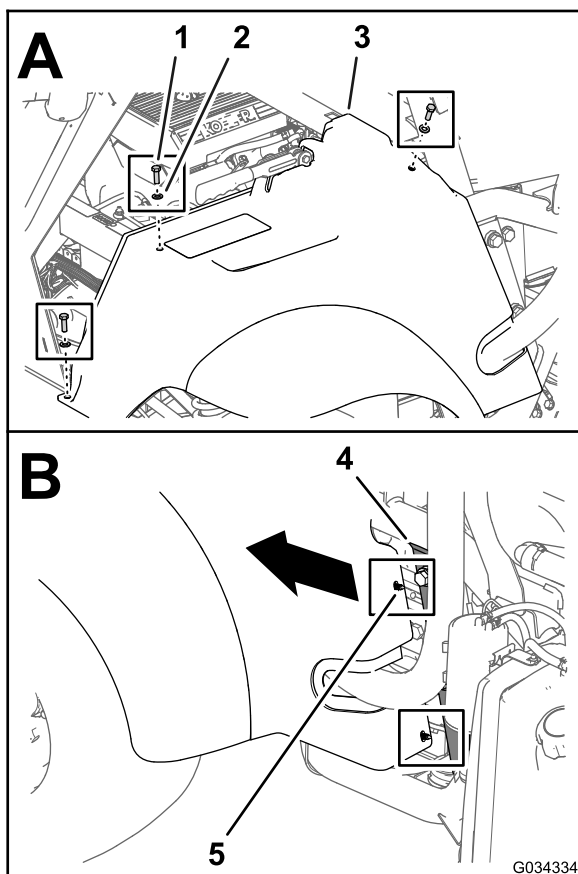

Рисунок 3
1. Удалите три болта (5/16 x 1 дюйм) с тремя шайбами (5/16 дюйма), которые крепят основание левого сиденья и крыло к ходовой части машины (Рисунок 3).
2. Переместите основание сиденья и крыло вперед, чтобы вывести два пластмассовых фиксатора основания сиденья из двух отверстий диаметром 6,4 мм в швеллере конструкции ROPS с левой стороны машины (Рисунок 3).